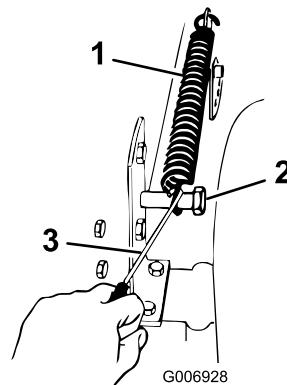

Figure 43
9. Retirez le ressort compensateur entre la patte de levage droite du plateau de coupe et le boulon de retenue (Figure 43).